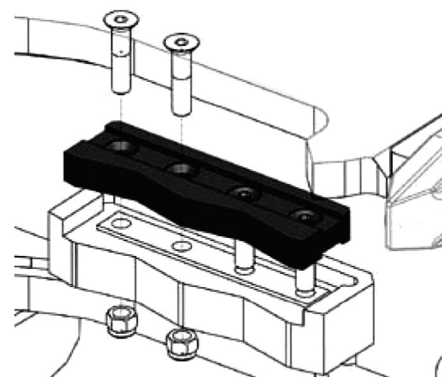

Рис. 7.5.1
- Выкрутите винты, которые крепят режущие кромки сменного рабочего органа. Выньте режущие кромки из своих посадочных мест (Рис. 7.5.1).